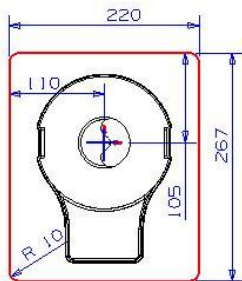

图7-36
4. 在【成形特征】工具条中单击【草图】按钮，弹出【基准平面】悬浮工具条，以默认平面作为草绘平面绘制草图轮廓，如图 7-36 所示。